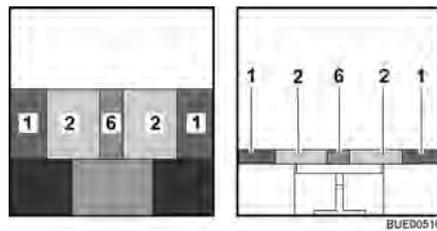

Fig. 82 Después de la transformación
- Colocar el cojín adicional (Fig. 82,6) entre los cojines del asiento.